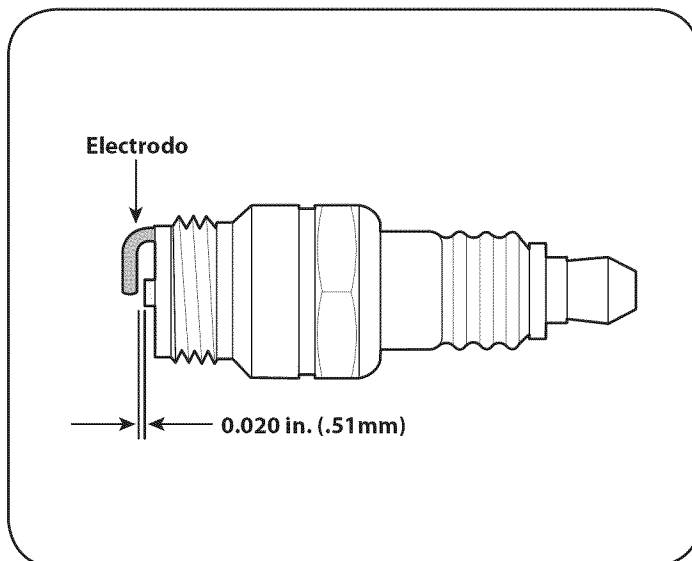

Figura 14
3. Compruebe el entrehierro con un calibrador de alambre. La separación correcta es 0,020 in. (0,51 mm). Vea la Figura 14. Si es necesario, reajuste el entrehierro.